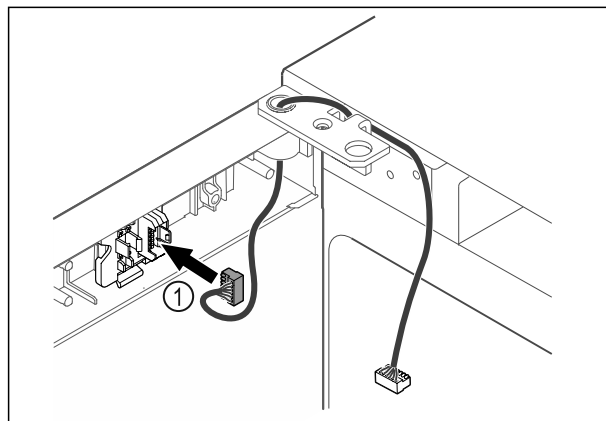

Fig. 41
- ▶ Dugja be a dugót Fig. 41 (1) a dugófoglatba.